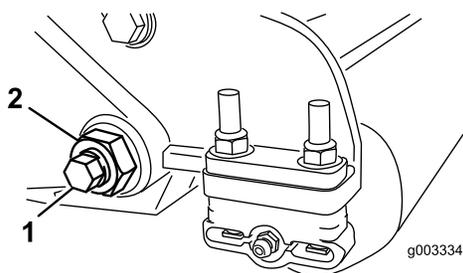
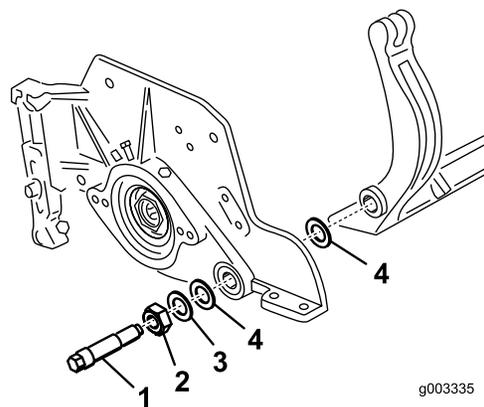

Bild 30
Bild 31
- Lösen Sie an jeder Seite der Maschine die Klemmmutter, mit der die Schraube des Untermesserträgers befestigt ist (Bild 30).
und von der Maschine entfernt werden kann (Bild 30). Bewahren Sie die beiden Nylonscheiben und die beiden Scheiben aus gestanzten Stahl an jedem Ende des Untermessers auf (Bild 31).
- Befestigen Sie den Untermesserträger mit den Untermesserträgerschrauben (Muttern an den Schrauben) und den sechs Scheiben an jeder Seitenplatte. Legen Sie eine Nylonscheibe an jede Seite des Seitenplattenansatzes. Legen Sie eine Stahlscheibe außen auf jede Nylonscheibe (Bild 31). Ziehen Sie die Schrauben mit 37 bis 45 Nm an. Ziehen Sie die Sicherungsmuttern an, bis sich die Stahlscheibe außen nicht mehr dreht und kein Spiel am Ende vorhanden ist, ziehen Sie jedoch nicht zu stark an oder verbiegen Sie die Seitenplatten. Die Scheiben innen können einen Abstand aufweisen.